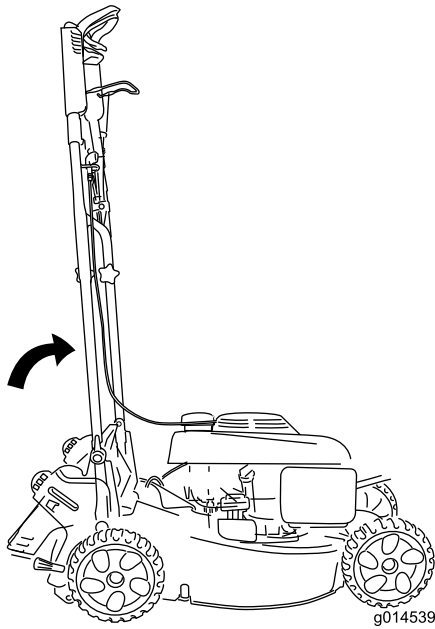

Figure 29
- Pour remiser la tondeuse en occupant le moins de place possible, arrêtez le guidon à la position verticale (montrée à la Figure 29) et serrez les verrous du guidon.